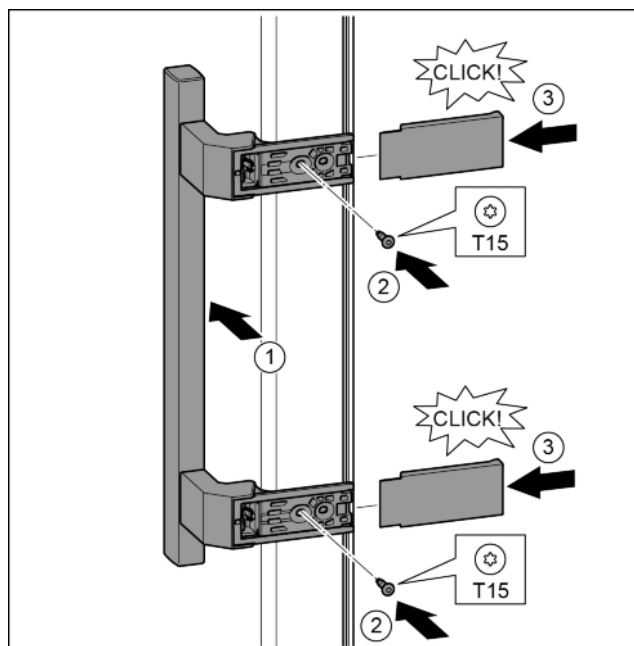

Fig. 20
- ▶ Встановіть ручку з протилежного боку. Fig. 20 (1)
- ▶ Закрутіть гвинти за допомогою викрутки T15. Fig. 20 (2)
- ▶ Встановіть кришки з боків та вставте їх. Fig. 20 (3)